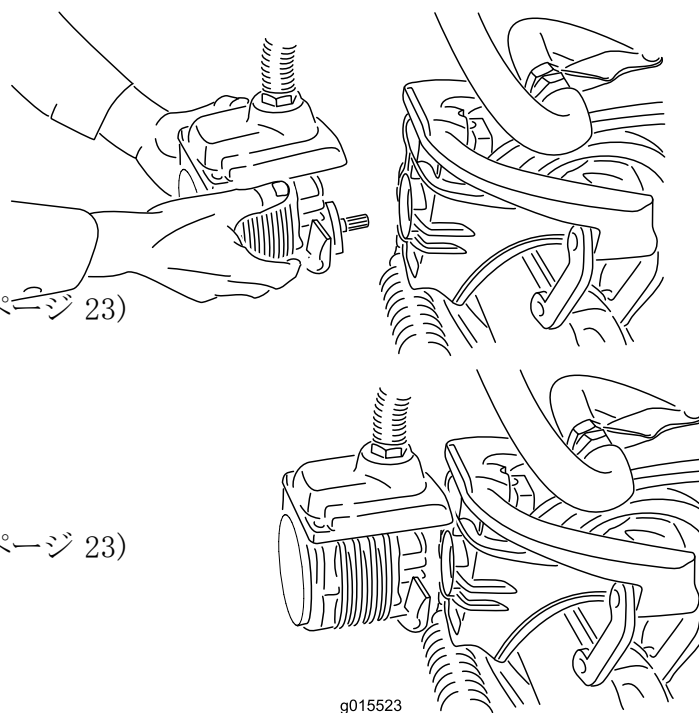

図 36
4. 外したモータは、サスペンション・アームの前部にある一時保管位置にセットしておく (図 36)。